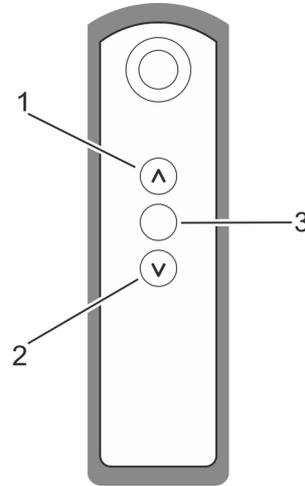

Abb. 20: Funkhandsender (beispielhafte Darstellung)
- 1.** Taste AUF (Abb. 20/1) auf dem Funkhandsender drücken.
- 2.** Taste AB (Abb. 20/2) auf dem Funkhandsender drücken.
- 1.** Taste AUF (Abb. 20/1) auf dem Funkhandsender gedrückt halten.
- 2.** Taste AB (Abb. 20/2) auf dem Funkhandsender gedrückt halten.